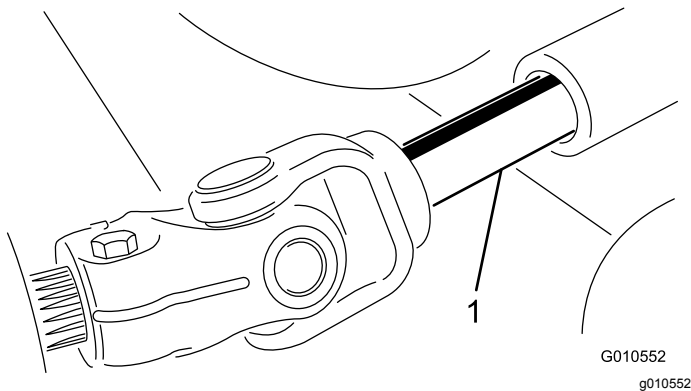

Bild 23
5. Rollen Sie das Mähwerk von der Zugmaschine weg, trennen Sie die Außen- und Innengewindeteile der Zapfwelle (Bild 23).
3. Schieben Sie die Zapfwelle mit Außengewinde in die Zapfwelle mit Innengewinde (Bild 23).